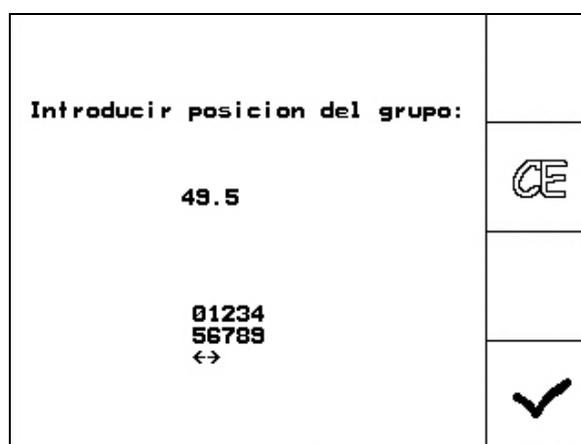

Fig. 80
-  confirmar los ajustes y el valor de la escala que se muestra en la escala de la palanca de la transmisión e introducirlo en la ventana del menú que se abre (Fig. 80).